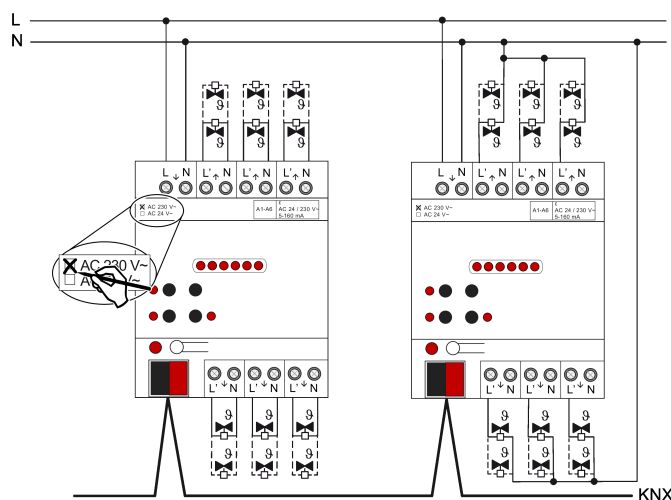

Figura 3: Collegamento per azionamenti AC 230 V (esempi di collegamento)
- Collegare gli attuatori AC 230 V secondo lo schema elettrico degli allacciamenti (Vedi figura 3). I conduttori neutri degli azionamenti possono essere collegati direttamente ai morsetti N delle uscite dell'attuatore di riscaldamento (esempio di collegamento a sinistra), o in alternativa possono essere collegati